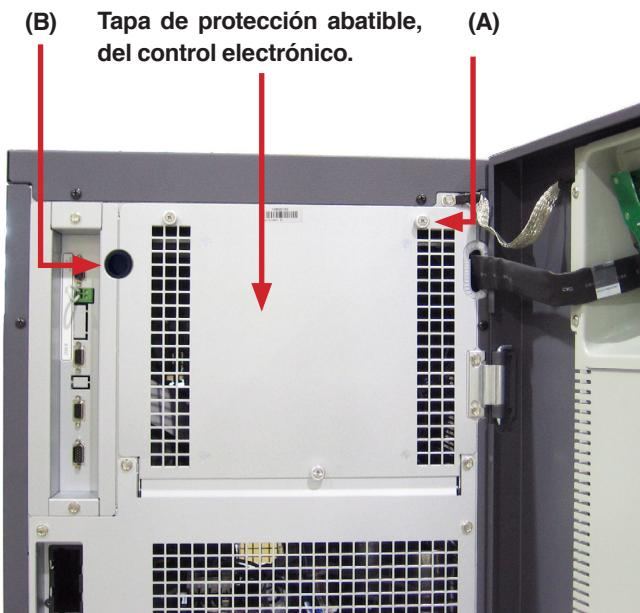

Fig. 1. Vista frontal SAI con puerta abierta.
- Liberar los tres cierres (**A**), aflojándolos en sentido antihorario hasta desbloquearlos (ver Fig. 1).